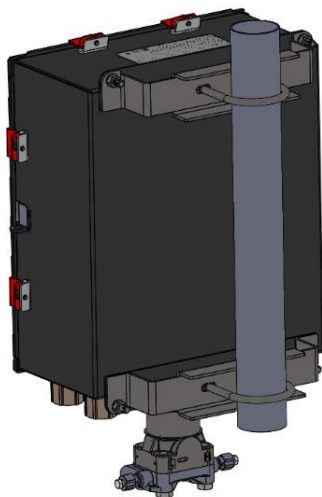

Figure 7. FB2100 (boîtier en aluminium) monté sur tuyau
- Le FB2100 se monte sur un tuyau ou un poteau de deux pouces. Reportez-vous à la *Figure 7*.